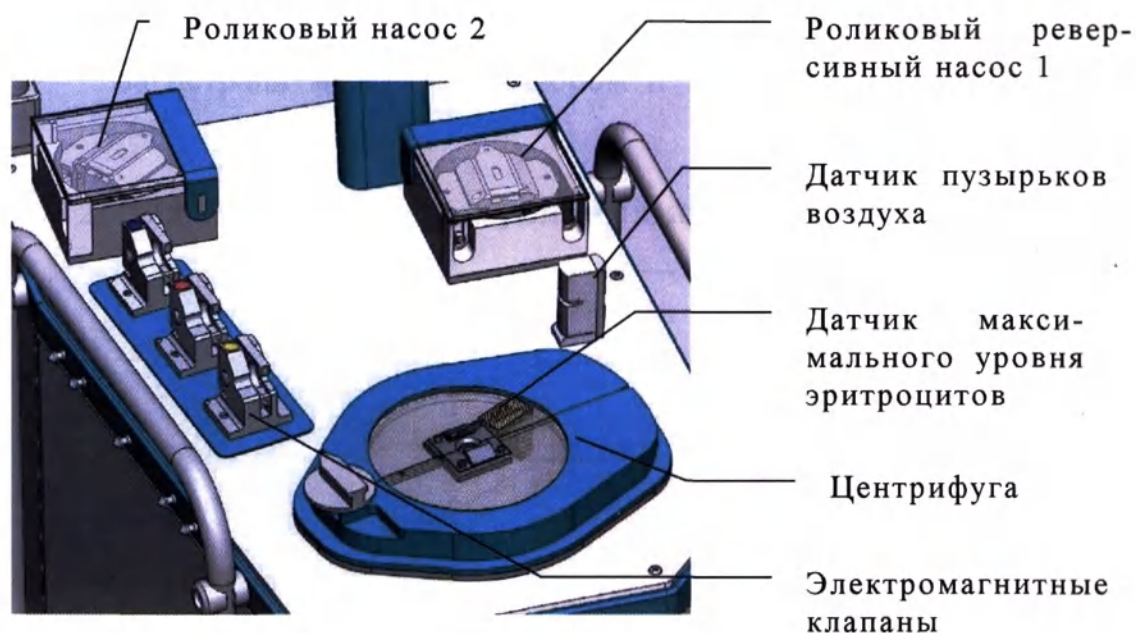

Рисунок 1.2.5.
15. Сенсорная кнопка «Старт» для включения выполнения выбранной программы и перехода в меню текущей программы (Рис.1.2.5).